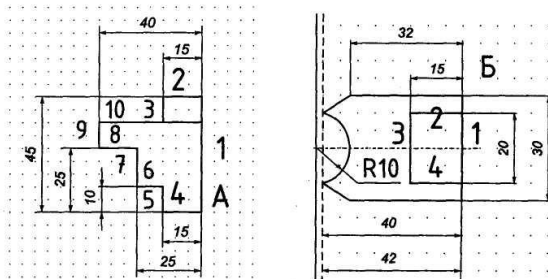

Рисунок 51
11. Зафиксируйте с помощью ЛКМ первую точку отрезка на пересечении вспомогательных прямых (точка А рис.51) и начните построение отрезка длиной 45мм, отсчитывая 9 узлов сетки от точки А с помощью кнопки **вверх** на клавиатуре.
13. Повторяем пп.10-12 для других отрезков (см. рис.51). Стрелки – это соответствующие кнопки на клавиатуре.
14. Для завершения вида спереди необходимо построить вид сверху. Отступаем от точки А (рис.37) 8 узлов сетки вниз – это правая верхняя точка вида сверху (рис.51, точка В).
15. Повторяем пп.10-12 для отрезков 1-6 (см. рис.51).